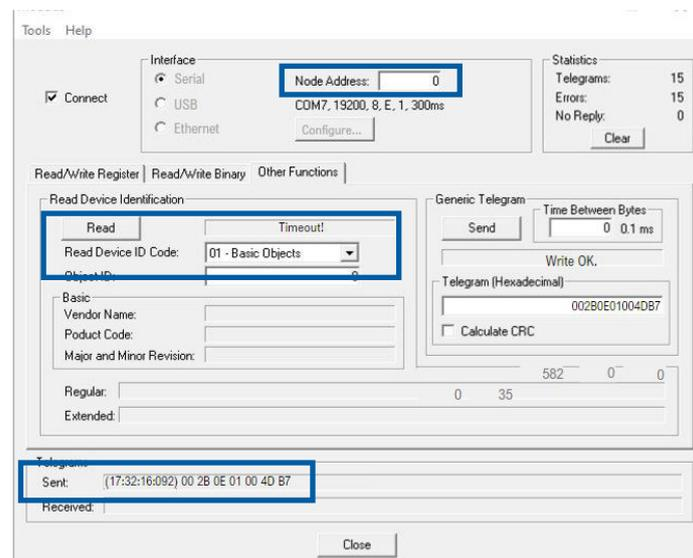

Abbildung 18 - Modbus-Kommunikationsfehler
- Schritt 3: Um die aktuelle Modbus-Adresse zu erhalten, siehe Abbildung 18. Geben Sie die Broadcast-Adresse 0 ein, wählen Sie "Andere Funktion", lesen Sie die Geräte-ID (01-Grundobjekte) oder senden Sie direkt "00 2B 0E 01 00 4D B7". Wenn der ECM-Motor die Anfrage empfangen hat, blinkt die LED1 auf der PCBA-Platine entsprechend der Adressenzählung.